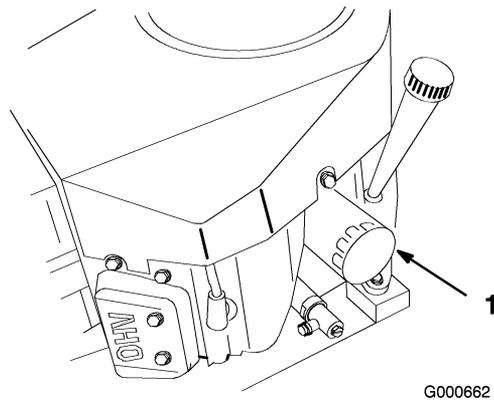

Figure 33
2. Retirez le filtre usagé (Figure 33).
4. Posez le filtre à huile de rechange sur l'adaptateur. Tournez le filtre dans le sens horaire jusqu'à ce que le joint rejoigne l'adaptateur, puis donnez 3/4 tour supplémentaire (Figure 33).